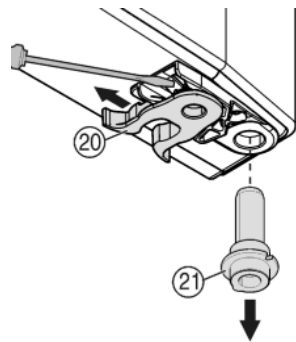

Fig. 8
- ▶ Преместване на пружинната скоба *Fig. 8 (20)*: Натиснете надолу фиксиращия палец, изтеглете пружинната скоба над него.
- ▶ Извадете лагерните болтове *Fig. 8 (21)* от втулката на вратата и заедно с шайбата ги поставете от срещуположната страна. Фиксиращият палец трябва да сочи към вътрешната страна на вратата, резката - към външната част.
- ▶ Завъртете вратата навътре откъм долната страна и поставете лагерния болт *Fig. 8 (21)* в лагерната опора. При нужда завъртете лагерния болт, за да може той да се фиксира.